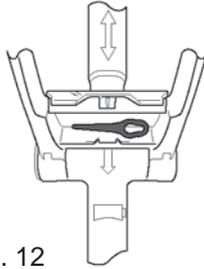

Fig. 12
- > Rangez la lame de rechange (13) dans le compartiment de rangement (17) situé sur la poignée auxiliaire (18) (Fig. 12).